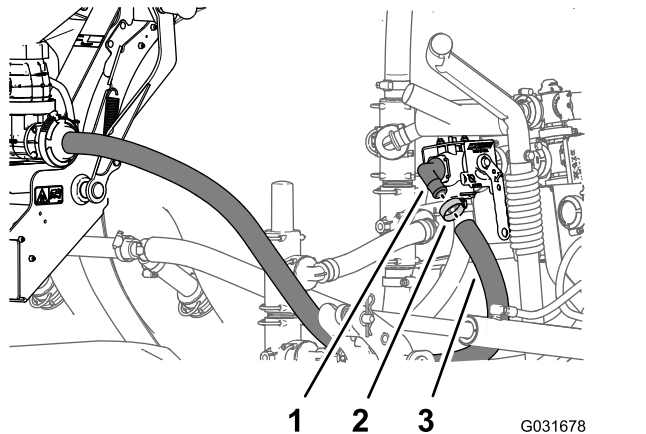

图 227
- 将清洁加药器-供水软管的自由端与液体切断阀的 90 度宝塔接头对齐并把软管安装到接头上图 227。